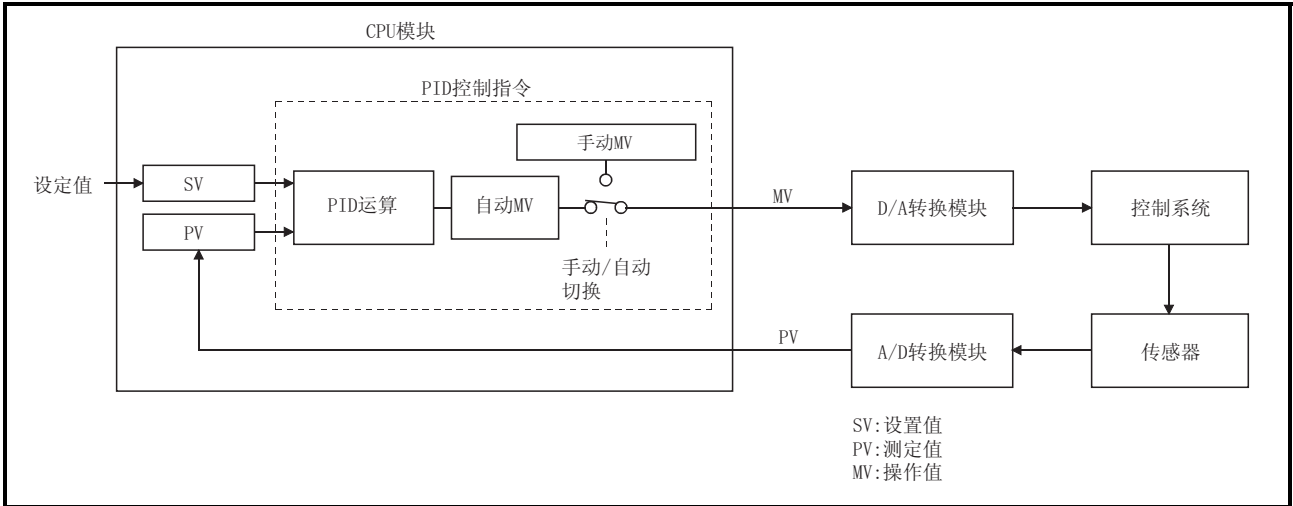

图 1.1 PID 控制处理概述
通过与 A/D 转换模块和 D/A 转换模块的组合, 使用 PID 控制指令执行 PID 控制, 如图 1.1 所示。
在 PID 控制处理方法中, 如图 1.1 所示, 通过预先设置的设置值 (SV) 和从 A/D 转换模块中读取的测定值 (PV) 计算出执行 PID 运算的操作值 (MV)。将计算出的操作值 (MV) 写入 D/A 转换模块后输出到外部。